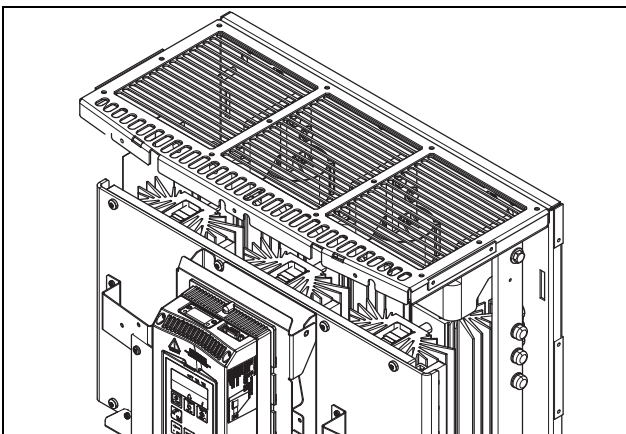

Fig. 21 Cubierta para entrada de cables.
1. Desmonte la cubierta para entrada de cables con la rejilla de plástico de la parte superior de la unidad TSA. La cubierta para entrada de cables se fija en el TSA por la parte trasera con tres tuercas M5 (consulte Fig. 21).
1. Desmonte las cubiertas para entrada de cables con la rejilla de plástico de la parte superior e inferior de la unidad TSA. Cada cubierta para entrada de cables está montada con tres tuercas M5 (consulte Fig. 21).